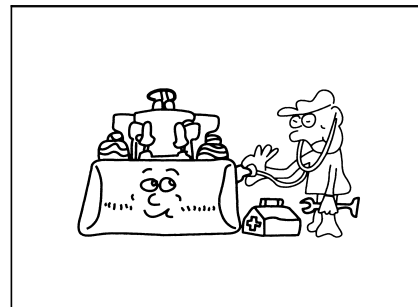

Рис.1-26
- Перед и после эксплуатации следует точно проводить разные проверки, например: проверить все защитные устройства на нахождение ли в безопасном состоянии; проверить шины на отсутствие износа, давление в шинах на нормальность. Течь масла, течь воды, деформация, ослабление и ненормальные звуки являются скрытой опасностью возникновения дефектов и серьезной аварии, поэтому следует регулярно проверять(рис. 1-26)..